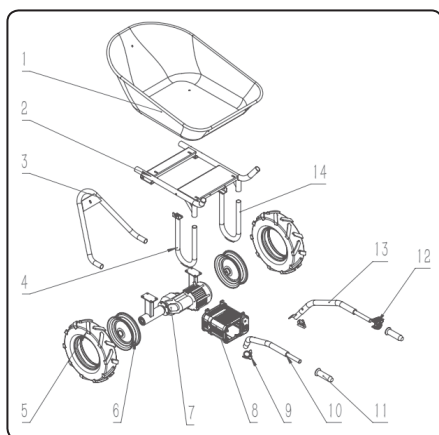

Abb. 20
- Die Bestellnummer des Ersatzteils ist in der folgenden Tabelle 1 zu finden: Die Zahl nach dem Bindestrich gibt das Teil in Abb. 20 an; um das Teil zu bestellen, geben Sie die ganze Nummer an, d.h. das Teil vor dem Bindestrich und auch nach dem Bindestrich.